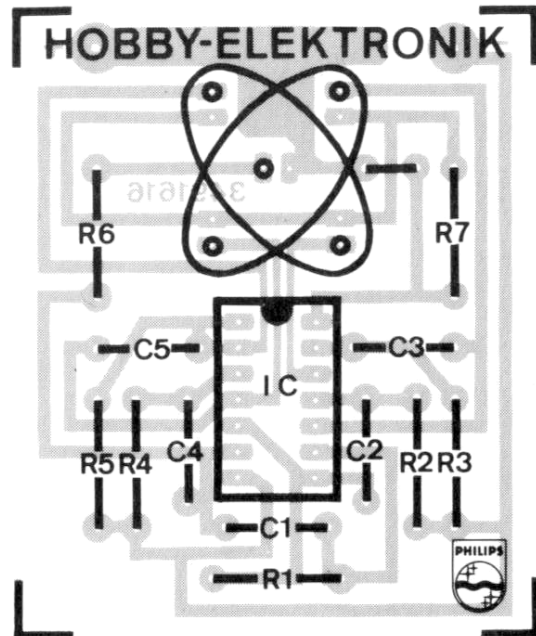

Abb. 45
9. Abb. 45 zeigt den Bestückungsplan der gedruckten Schaltung und die verwendeten Bauelemente.